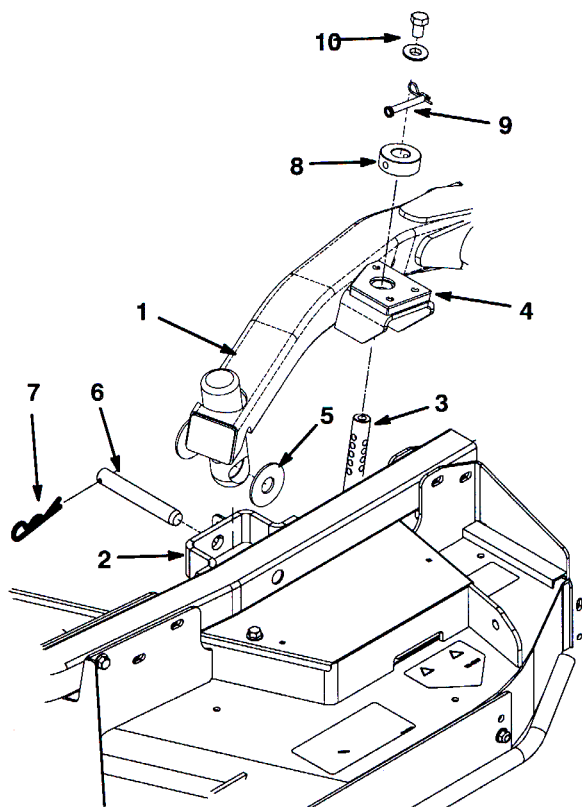

図25
4. 昇降レバーをフロート位置とする。昇降アームを押下げて、昇降アームについている穴とキャスタ・アーム・ブラケットについている穴を整列させ、昇降アームのパッドに刈高ロッドを挿入できるようにする (図25)。
5. スラスト・ワッシャ2枚、クレビス・ピン、ヘアピン・コッターを使って、昇降アームをキャスタ・アームに固定する。スラスト・ワッシャは昇降アームとキャスタ・アーム・ブラケットの間に入れる (図25)。コッター・ピンを、キャスタ・アーム・タブのスロットに差し込んで固定する。
9. 刈高ロッドに刈高カラーを取り付け、クレビス・ピンとヘアピン・コッターで固定する (図25)。クレビス・ピンの頭をデッキの前に向けておく。
10. 各刈高ロッドの上部に 1/2 x 3/4" キャップスクリューとワッシャを取り付ける (図25)。